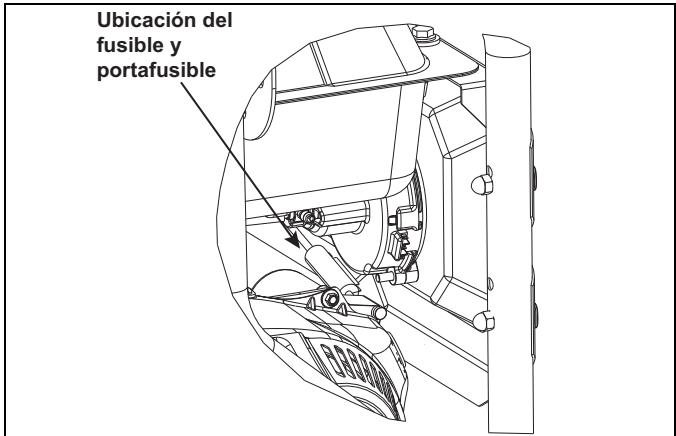

Figura 4-8. Ubicación del fusible de batería
- El fusible del cargador de baterías está ubicado detrás del tablero de control como se muestra en la Figura 4-8.